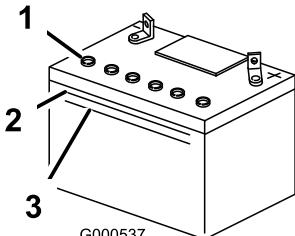

Figure 40
1. Observez le côté de la batterie. Le niveau de l'électrolyte doit atteindre le trait supérieur (Figure 40). Le niveau d'électrolyte ne doit pas descendre au-dessous du trait inférieur (Figure 40).
3. Enlevez les bouchons d'évent de la batterie (Figure 40)
4. Versez de l'eau distillée avec précaution dans chaque élément jusqu'au repère supérieur (Figure 40) sur le côté de la batterie.
5. Attendez cinq à dix minutes après avoir rempli les éléments. Au besoin, ajoutez de l'eau distillée pour amener le niveau jusqu'au repère supérieur sur le côté de la batterie (Figure 40).